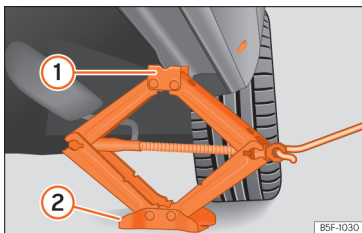

Fig. 243 Llarguer: col·locació del gat del vehicle.
- Gireu la manovella del gat, situat sota el punt de recolzament del llarguer, per elevar-lo fins que la pestanya ① >>> **fig. 243** quedi situada sota l'allotjament previst.
- Alineu el gat de manera que la pestanya ① "s'adhereixi" a l'allotjament previst del llarguer i la placa base mòbil ② quedi recolzada a terra. La placa base ② ha de caure en la vertical respecte del punt de recolzament ①.